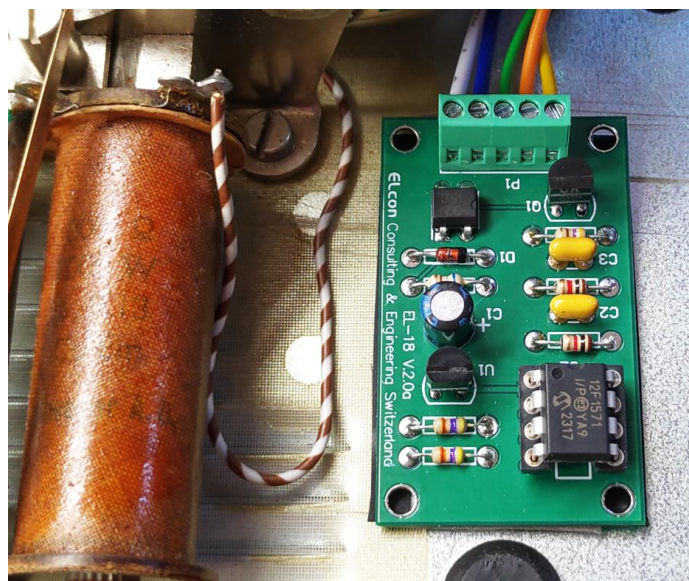

Abbildung 6
- Schliessen Sie die drei Drähte, vom Nummernschalter (Wählscheibe) herkommend, gemäss Abbildung 6 an.
- Schliessen Sie die zwei Drähte an der Konverterplatine gemäss Abbildung 6 an.